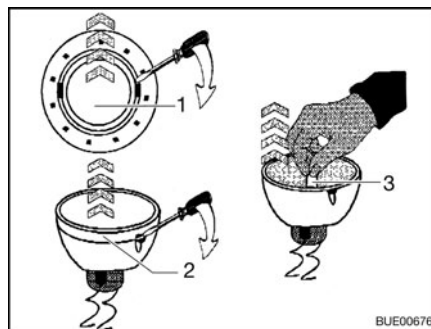

Fig. 185 Cambiar la bombilla halógena
- Soltar el anillo de cubierta interior (Fig. 185,1) de la carcasa con un destornillador.
- Soltar el anillo de cubierta con la lámina de vidrio (Fig. 185,2) de la parte inferior de la lámpara halógena empotrada utilizando un destornillador.
- Extraer la bombilla halógena (Fig. 185,3).